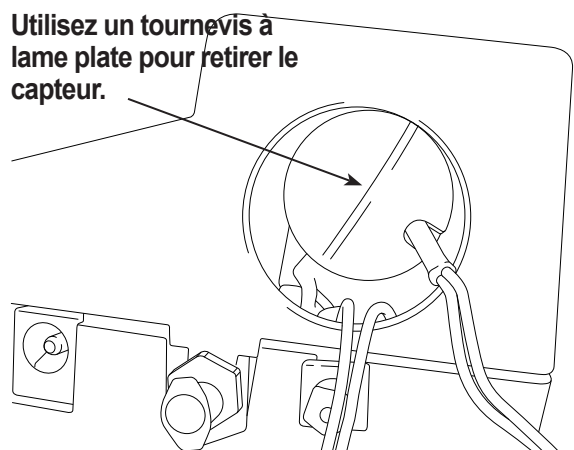

Figure 16
- Déplacer le bouchon et le harnais de côté. Tenez le câble du capteur et utilisez un tournevis à lame plate pour dévisser et retirer le capteur d'oxygène. Voir la figure 16.